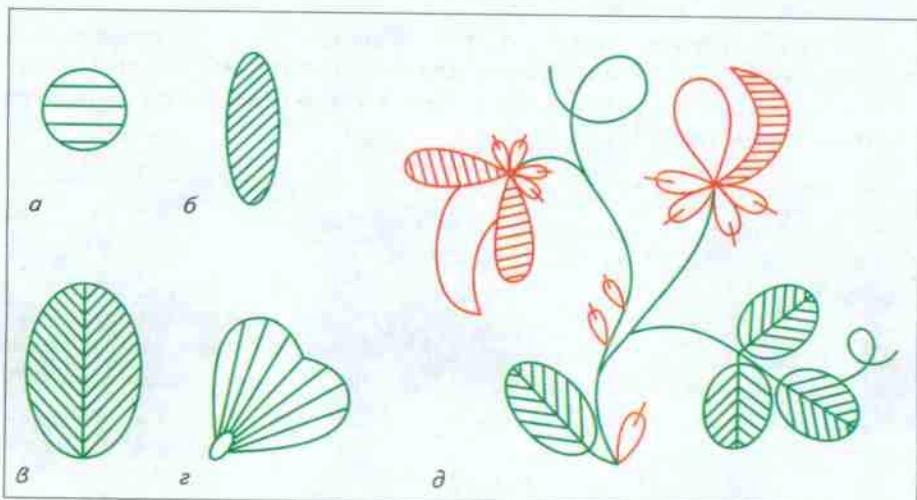

Рис. 30. Горошек
- Переведите на ткань рисунок ветки горошка и его элементов (рис. 30).
- Используя нитки мулине в одно сложение любого цвета, выполните вышивку элементов (рис. 30, а, б, в, г) прямой, косой и радиальной двусторонней гладью.
- Вышейте горошек (рис. 30, д) ниткой в одно сложение зелёного цвета. При вышивании листика стежки глади располагайте по мелким прожилкам.